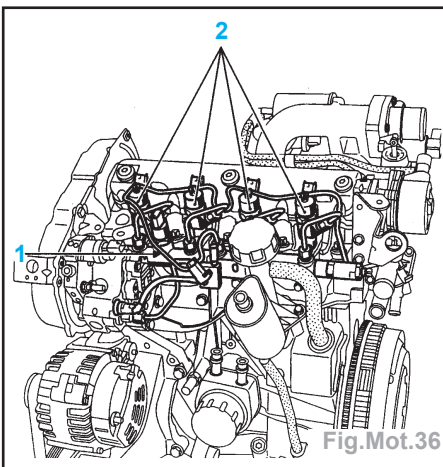

Fig.Mot.36
- la canalisation (1) en retirant les 4 agrafes (Fig.Mot.36),